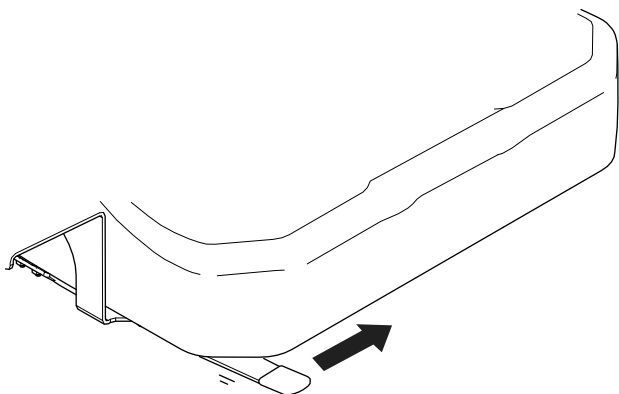

Figura 5
- **Modelo n.º 31980:** Levante a alavanca para a esquerda (Figura 5), mova o banco para uma posição confortável e liberte a alavanca de bloqueio para fixar a posição do banco.